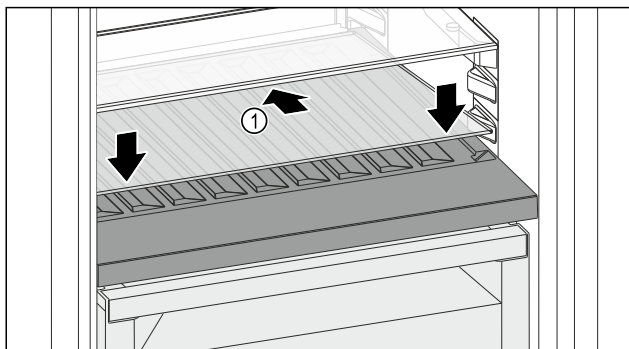

Fig. 149
- Skleněnou desku Fig. 149 (1) zasuňte šikmo a skloněnou dozadu dolů.
- Skleněnou desku Fig. 149 (1) vpředu spus'tte dolů.